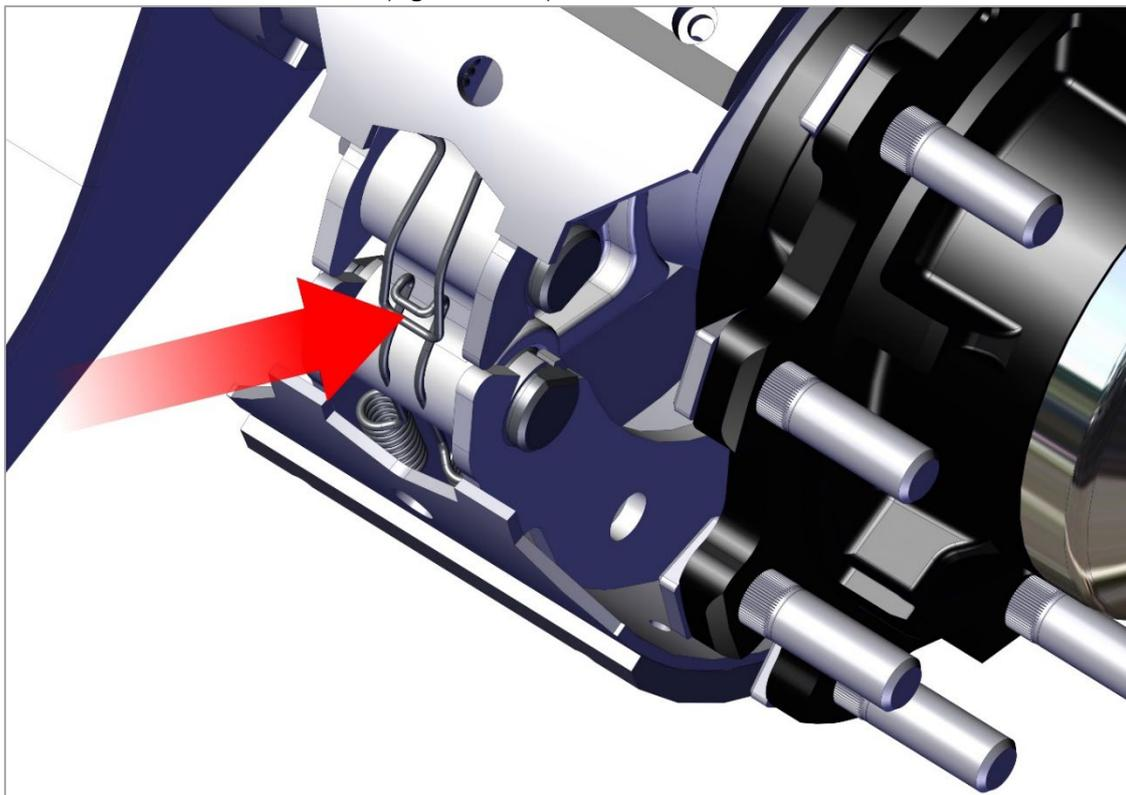

Рис. 18. Зажим пружины
3) Используя отвёртку, освободите зажим пружины из тормозной колодки. Снимите зажим пружины (рис. 18);